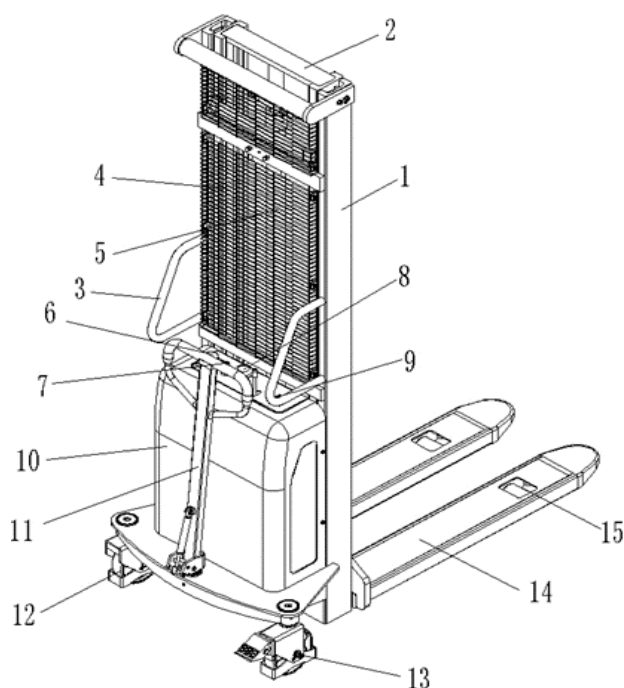

Рис. 1: Обзор основных компонентов
- Использовать штабелер без защитного экрана (Рис.1, п. 4).